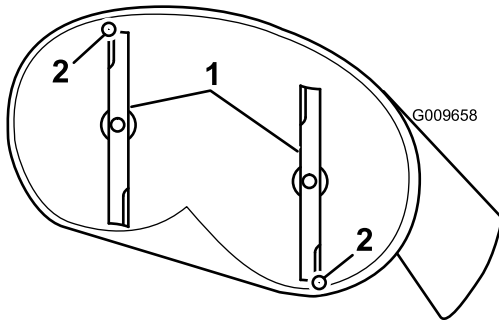
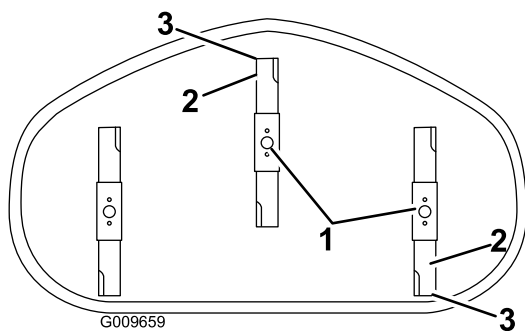

Figura 53
Figura 54
4. Gire cuidadosamente las cuchillas colocándolas en el sentido de avance de la máquina (Figura 53 y Figura 54).
5. Mida entre la punta de la cuchilla delantera y la superficie plana, y entre la punta de la cuchilla trasera y la superficie plana (Figura 53 y Figura 54).
9. Después de realizar el ajuste, compruebe de nuevo la inclinación longitudinal, y siga ajustando la tuerca hasta que la punta de la cuchilla delantera esté entre 1.6 y 7.9 mm más baja que la punta de la cuchilla trasera (Figura 53 y Figura 54).